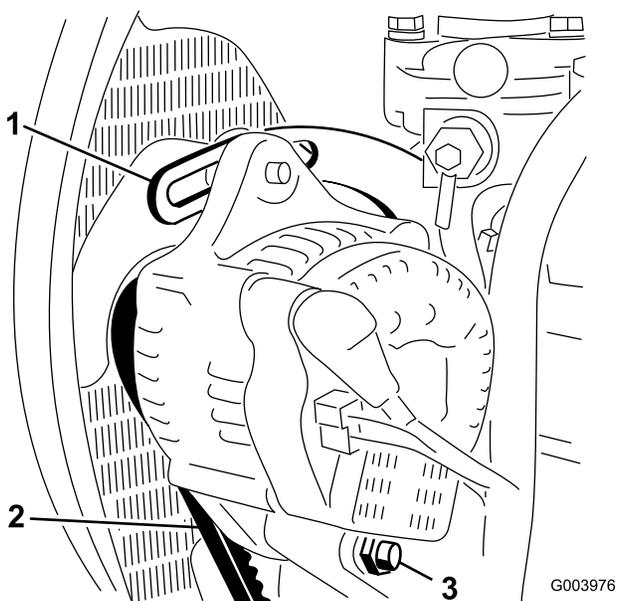

Bild 60
2. Prüfen Sie die Spannung des Lichtmaschinenriemens, indem Sie eine Kraft von 10 kg in der Mitte zwischen der Lichtmaschine und den Riemenscheiben der Kurbelwelle ansetzen (Bild 60).
3. Lockern Sie die Schrauben, mit denen der Bügel am Motor befestigt ist sowie die Schraube, mit der die Lichtmaschine an der Strebe befestigt ist (Bild 60).